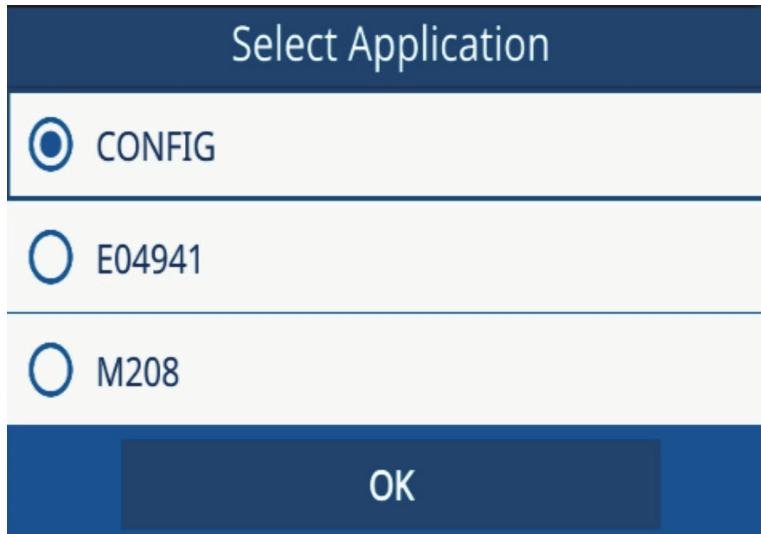

Figura 7-8 Schermata Select Application
3. Selezionare l'applicazione dalla schermata popup e toccare **OK** (vedi Figura 7-8 a pagina 72).